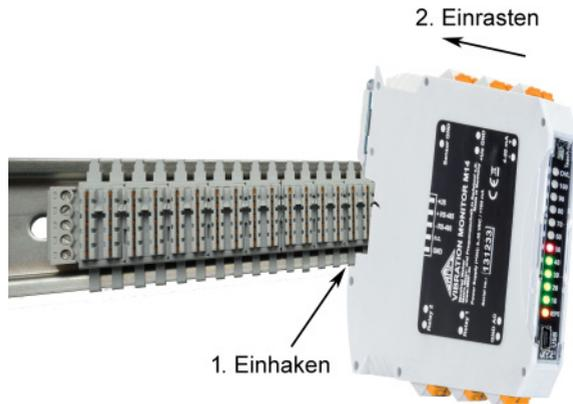

Bild 9: DIN-Schienenmontage mit Busverbinder
**DIN-Schiene** Mit der unteren Kerbe an der Rückwand wird das Modul auf die DIN-Schiene geschoben und, wie in Bild 9 gezeigt, eingerastet. Das Bild zeigt eine DIN-Schiene mit Busverbindern für RS-485 und Versorgungsspannung. Die Busverbinder M14-BUS3 (Bild 11) werden seitlich ineinander gesteckt und auf die DIN-Schiene aufgeschnappt. Beim Einrasten werden damit die Versorgungsspannungsanschlüsse und die RS-485-Schnittstellen aller Module untereinander verbunden, was die Verdrahtung wesentlich vereinfacht. Die Anschlussbelegung der Busverbinder zeigt Bild 2 auf Seite 1.